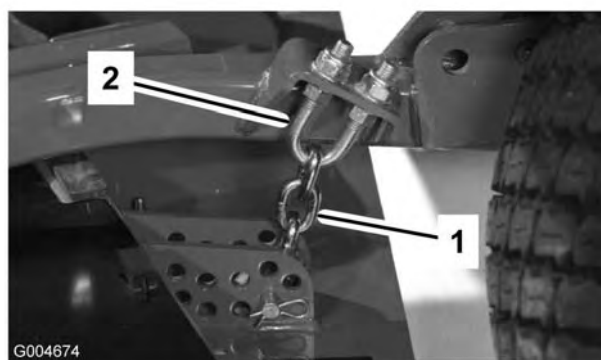

Figure 82
1. Desserrez les écrous de blocage en haut ou en bas de l'étrier fileté de la chaîne de hauteur de coupe (Figure 82).